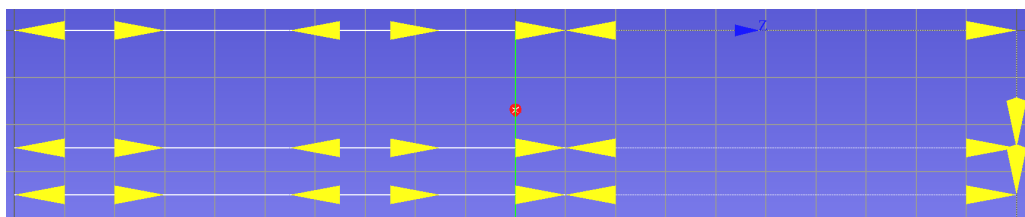

Рис. 2.15.3: Демонстрация цикла G81 с несколькими отверстиями
**Пример** использования цикла G81 с несколькими отверстиями (рис. 2.15.3):